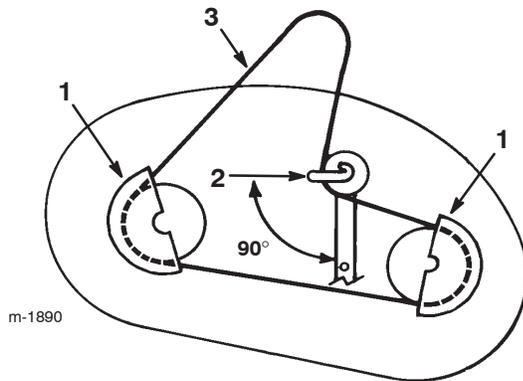

Figure 47
2. Enlevez les vis de fixation des cache-poulie et déposez les cache-poulie des deux poulies d'entraînement des lames (Fig. 47).
3. Desserrez sans les enlever le boulon et l'écrou de fixation de la poulie de tension et de son guide-courroie (Fig. 47).
2. Positionnez le guide-courroie de la poulie de tension de sorte qu'il soit dirigé vers la gauche, à 90° par rapport au bras de tension (Fig. 47).
4. Posez les cache-poulie gauche et droit à l'aide de leurs vis de fixation (Fig. 47).